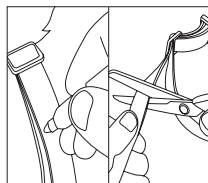

Fig. 4
3. Après avoir réglé le collier à la bonne taille, vous pouvez couper l'excédent de longueur (fig. 4).